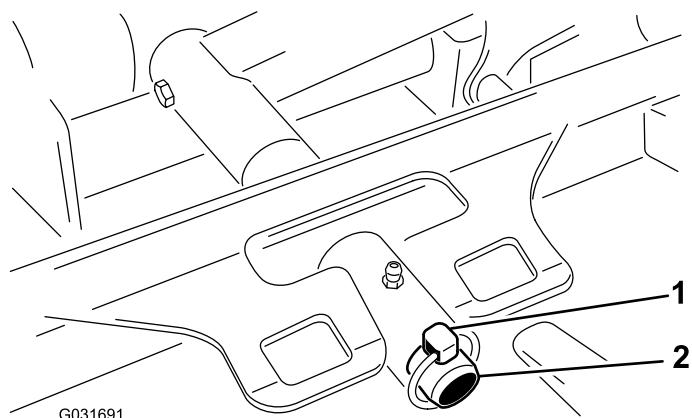

Figure 62
3. Retirez la goupille à anneau qui fixe le bâti porteur du plateau à l'axe de pivot du bras de levage (Figure 62).
3. Poussez le bâti porteur du plateau de coupe sur la tige de pivot et fixez-le avec la goupille à anneau (Figure 62).